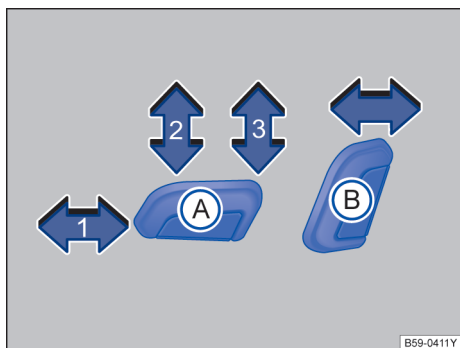

图 74 开关：调整座椅的前后位置、座椅面的高度和倾斜角度
沿箭头方向按压→图 74 ① 开关：
- ① 向前或往后移动座椅。
- ② 调节座椅面的倾斜度。
- ③ 调高或调低座椅。
沿箭头方向按压→图 74 ③ 开关：